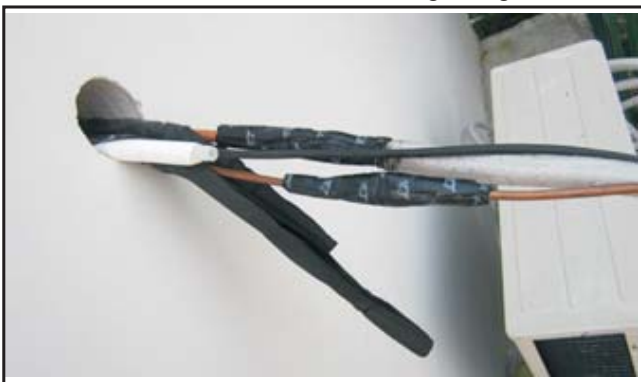

Abb. 4.12
8. Wickeln Sie die Schnellkupplungen in die schalldämpfenden Pads ein, packen Sie die Pads so fest wie in Abb. 4.12 gezeigt wird